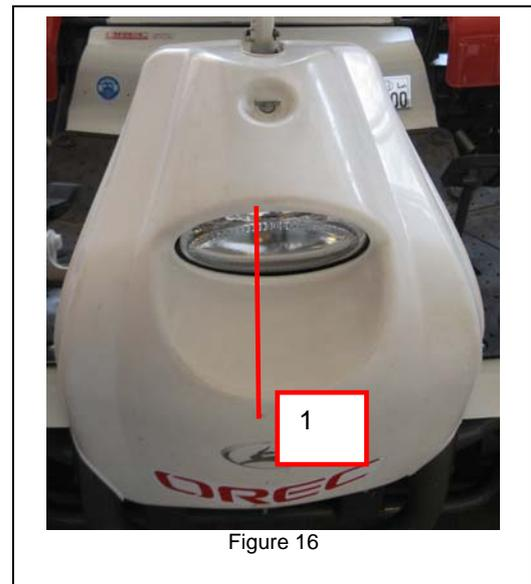

Figure 16
La batterie se trouve sous le capot avant de la machine (Figure 16). Déposez la vis (1) pour enlever le capot.